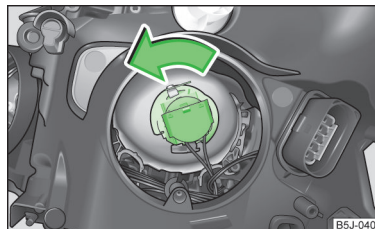

Fig. 163
- Girare il connettore con la lampadina sino all'arresto in direzione della freccia » fig. 163 e quindi estrarlo.